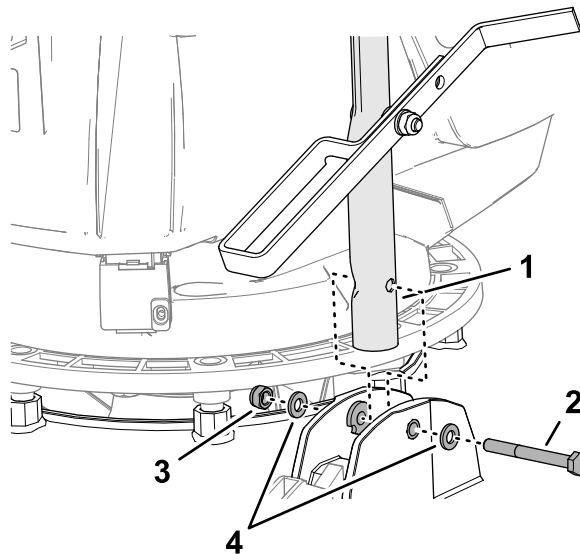

Figura 7
3. Aliniați orificiul din opritorul acionat cu piciorul cu orificiile din buce (Figura 7) și fixați bara de ghidare la maină cu un urub (6 x 55 mm), 2 aibe (6 mm) și o contrapiuliă (6 mm).